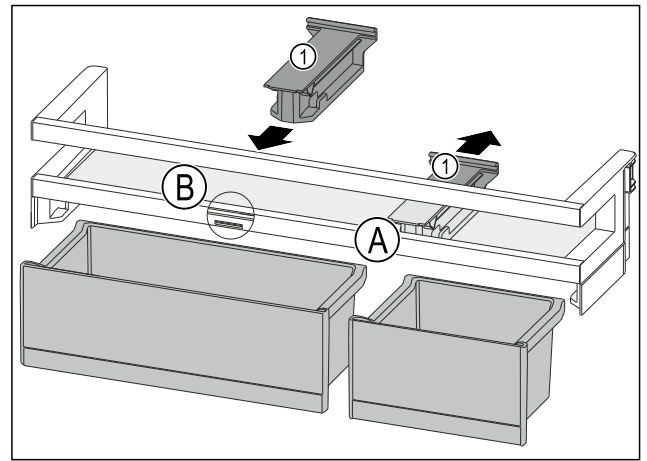

Fig. 189
- ▶ Tirare l'elemento di tenuta *Fig. 189 (I)* all'indietro per portarlo in posizione *Fig. 189 (A)*.
- ▶ Inserire l'elemento di tenuta *Fig. 189 (I)* in posizione *Fig. 189 (B)*.